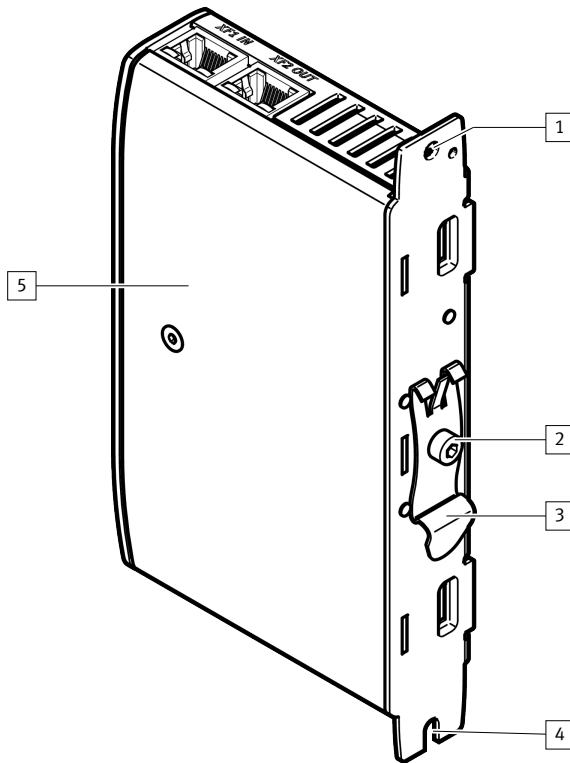

Fig. 4: Elementos de la parte trasera
- Si la abrazadera del perfil DIN no estuviera premontada, atornillarla en la parte posterior con el tornillo original ➔ Fig. 4.